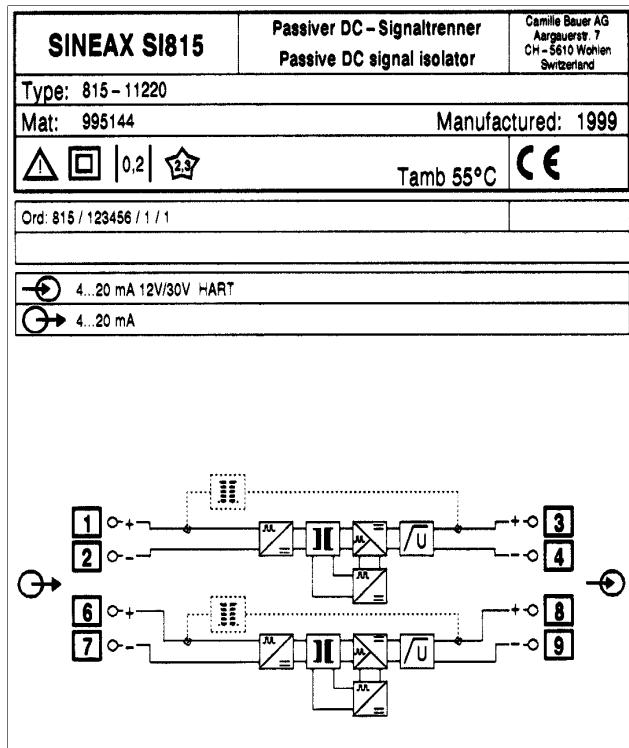

Bild 8. Beispiel eines Typenschildes.
- ... dass die Daten, die zur Lösung der Trenn- und Übertragungsaufgabe erforderlich sind, mit denen auf dem Typenschild des SINEAX SI 815-1 übereinstimmen (→ Eingangssignale und → Ausgangssignale, siehe Bild 8!)